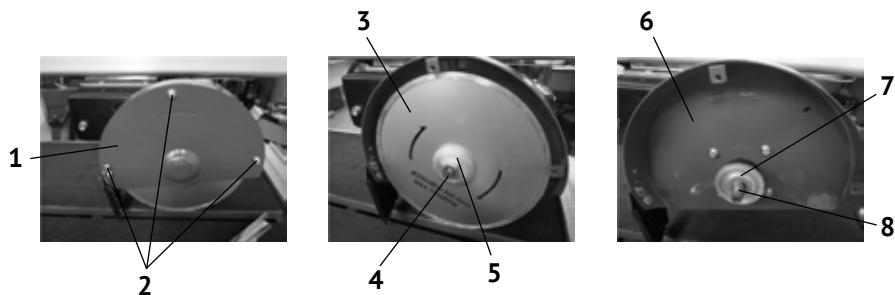

рис.3
3.3 Замена (установка) отрезного круга (см. рис.3):
- снять крышку кожуха (рис.3 поз.1), открутив три винта (рис.3 поз.2);
- удерживая одним ключом вал якоря (рис.3 поз.8) вторым ключом открутить зажимную гайку (рис.3 поз.4);
- снять прижимной фланец (рис.3 поз.5) с вала якоря двигателя (рис.3 поз.8) затем снять отрезной круг (рис.3 поз.3) с опорного фланца (рис.3 поз.7);
- очистить (при замене) опорный и прижимной фланцы, вал якоря и кожух защитный (рис.3 поз.6);